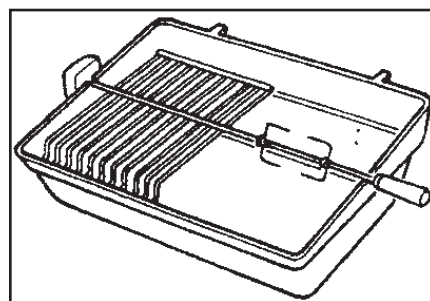

Fig. 11
2. Le tournebroche peut être utilisé en combinaison avec les grilles de cuisson si l'espace le permet. Dans ce cas, placer la viande le plus près de la poignée de la broche afin de faciliter le maniement. (Fig. 11)